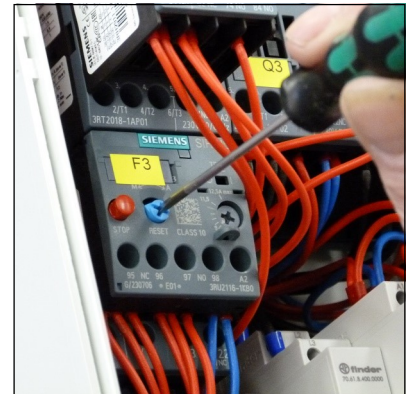

Abb. 3
- Setzen Sie den Motorschutzschalter durch Drücken der blauen Reset-Taste zurück (Abb. 3).